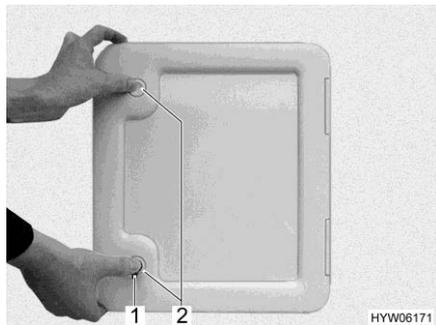

Fig. 266 Portillon pour le réservoir pour matières fécales
- Ouvrir le portillon pour le réservoir pour matières fécales à l'extérieur du véhicule. Insérer pour cela la clé dans le barillet du verrou de pression (Fig. 266,1, Fig. 267,1 ou Fig. 268,1) et la tourner d'un quart de tour.
- Si existant : Appuyer du pouce et simultanément sur les deux verrous de pression (Fig. 266,2 ou Fig. 268,2) et ouvrir le portillon.